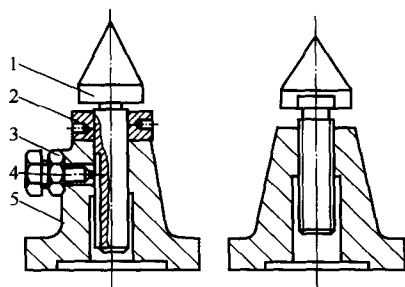

图 2-20 千斤顶
(5) 千斤顶 千斤顶（图 2-20）是用来支承毛坯和不规则工件进行划线的工具，它可以方便地调整工件各处的高度。